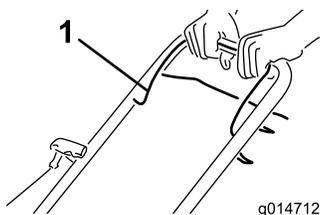

Figura 15
1. Tirate la barra di comando della lama (Figura 15) verso la stegola e tenetela in questa posizione.